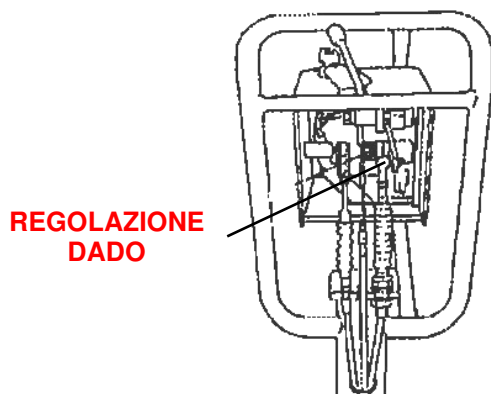

Figura 8
- 7.1 Regolare la forza di azionamento della leva di guida da 2 a 3 Kgf ruotando il dado di regolazione (Figura 8 e 9)